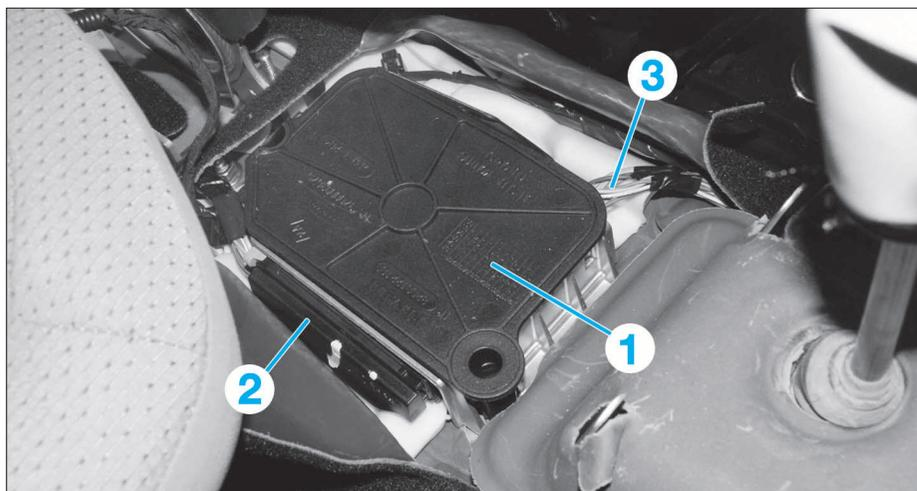

FIG. 14
- Découper la moquette entre le levier de vitesses et le levier du frein de stationnement (Fig.14).
- Déposer le carter de protection (1) du calculateur.
- Débrancher les connecteurs (2) et (3) du calculateur d'airbags.